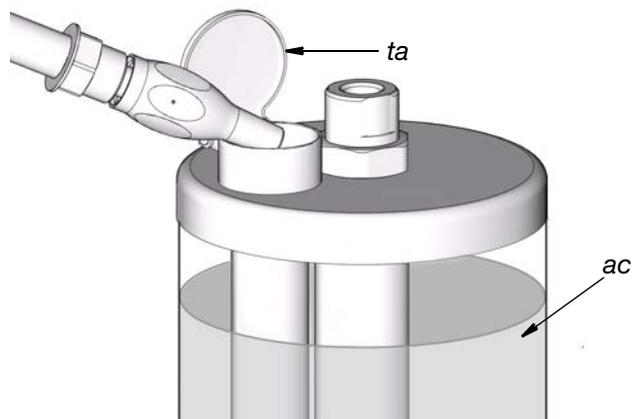

FIG. 5
2. Añada aceite despacio (*ac*) hasta que el depósito se llene a su capacidad (FIG. 5). Tenga cuidado de no llenar el depósito demasiado rápido y de que no rebose.
3. Cierre la tapa de llenado (*ta*) para que no entre contaminación o ni se derrame aceite (FIG. 5).